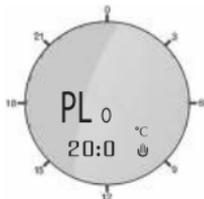

Рисунок 9. Индикация настройки энергосберегающей температуры
Далее для перехода в настройку энергосберегающей (минимальной) температуры необходимо еще раз нажать клавишу меню (4) — на дисплее появится индикация, соответствующая рис. 9. Для изменения текущего значения используйте клавиши ▲ (10) и ▼ (11).